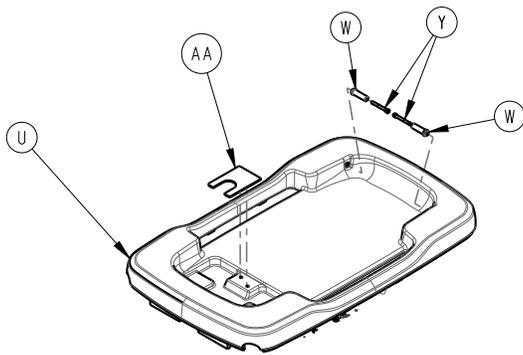

Figure 2 – Nacelle supérieure
3. À l'aide d'une clé à six pans de 3/16 po, retirer les deux goupilles pivotantes jaunes de panier (W et Y) de la nacelle supérieure (Figure 2). Conserver les goupilles pivotantes.
- Saisir les deux côtés de la nacelle supérieure (U) et tirer vers le haut pour séparer les couvercles supérieur et inférieur (Figure 2).